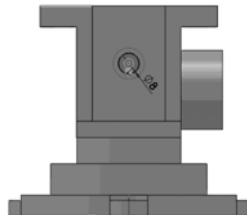

图 7-115 绘制正面 $\phi 8$ 孔草图
2) 绘制正面 $\phi 8$ 孔草图。单击“草图”工具栏中的 （圆）按钮，绘制一个圆；单击“尺寸/几何关系”工具栏中的 （智能尺寸）按钮，或选择菜单栏中的“工具”→“标注尺寸”→“智能尺寸”命令，标注圆的直径为 8 mm，如图 7-115 所示。